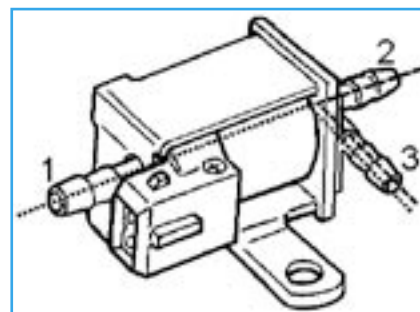

Fig. 2 Elettrovalvola di commutazione
- Controllare il passaggio con pompa a depressione manuale, fig. 2
- Senza corrente collegare al raccordo 2 la pompa a depressione manuale, fig. 2, e applicare una differenza di pressione di ca. 500 mbar. Valore nominale: Nessuna caduta di pressione visibile. Se non viene raggiunto il valore nominale o non è possibile generare la differenza di pressione, sostituire l'EUV.